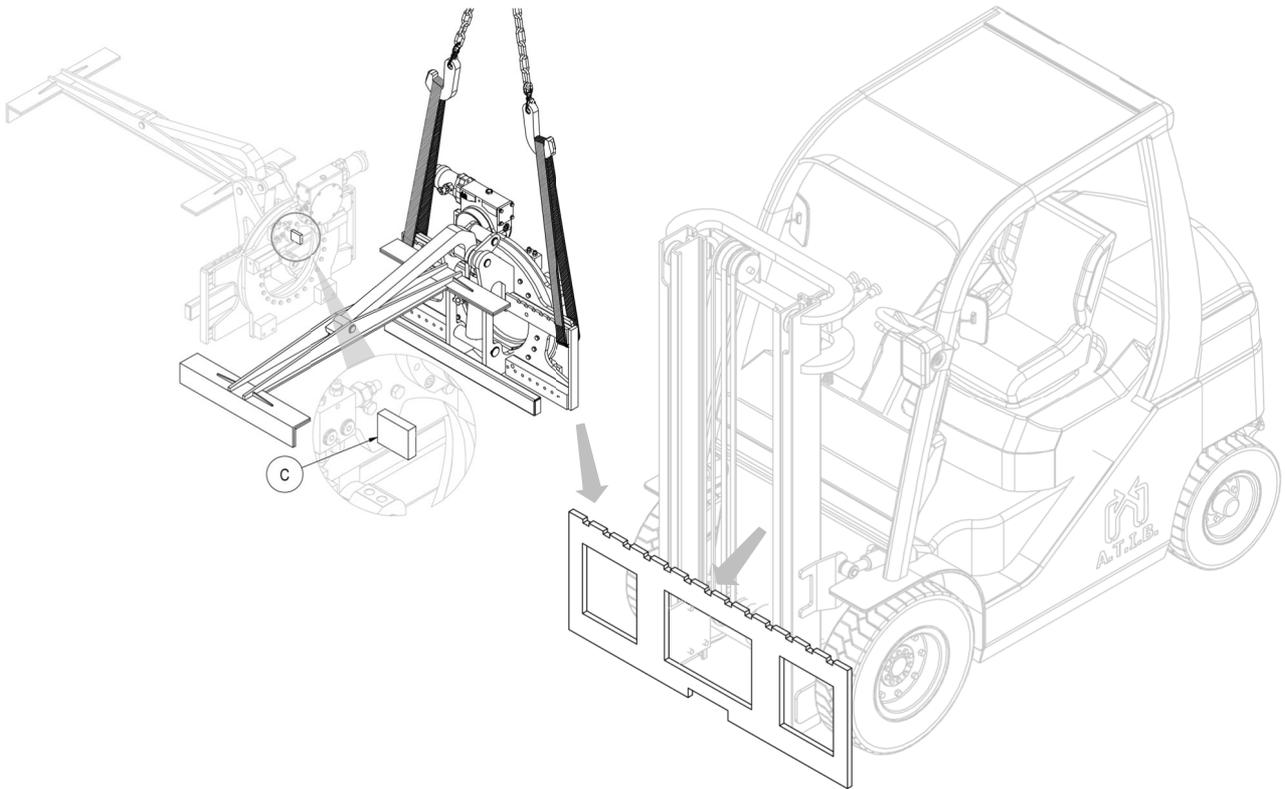

Figure 3
6. Avec un pont roulant ou un palan d'une portée suffisante, positionner l'équipement sur le tablier porte-fourches, en prenant soin d'encaster la dent de centrage **C** dans l'encoche centrale de celle-ci (voir *Figure 3*).